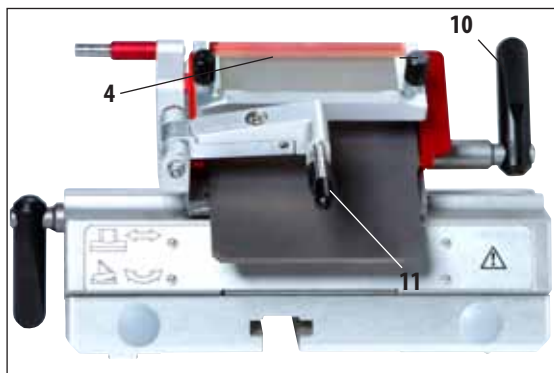

Рис. 4
4. Зажмите зажимной рычаг (10), вращая по часовой стрелке (см. рис. 4).
5. Снова отведите систему уголка (4) вправо (к лезвию) с помощью рычага (11).